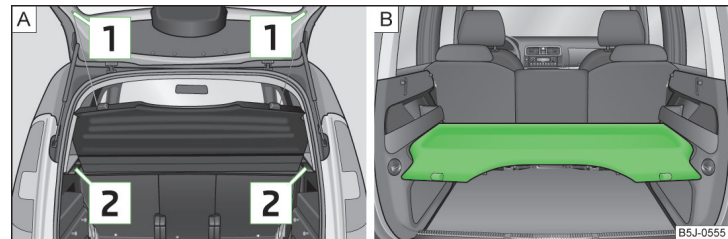

Abb. 66 Gepäckraumabdeckung ausbauen / Gepäckraumabdeckung in der unteren Position
- Die Haltebänder **1** » Abb. 66 aushängen.
Die Gepäckraumabdeckung kann auch in der unteren Position auf den Stützelementen angebracht werden » Abb. 66 - **B**.